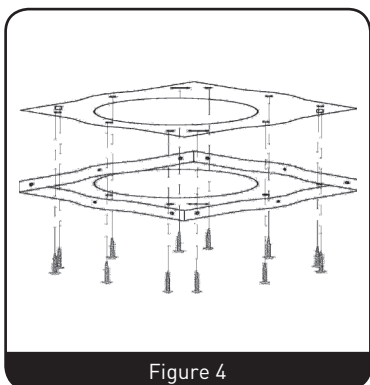

Figure 4
- Positionnez la plaque de fixation sur le plafond et marquez l'emplacement des trous de vis. La plaque de fixation doit être solidement fixée sur le plafond. (Figure 4)